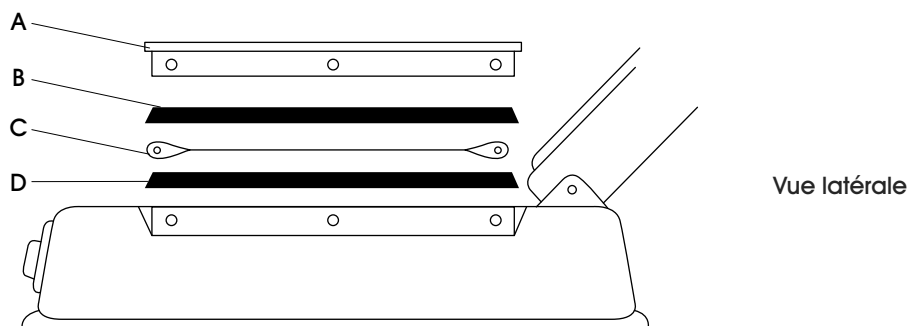

Figure 1
2. Si le ruban adhésif en téflon inférieur (D) est usé, brûlé ou déchiré, il doit être changé. Le ruban en téflon isole l'élément du boîtier de la soudeuse pour assurer le bon fonctionnement de la soudeuse. (Voir figure 1) Si cette bande n'est pas usée, passez à l'étape 5.